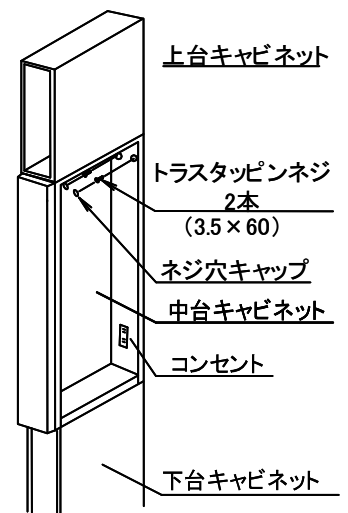

図12-14
(トラスタッピンネジ3.5×60)2本で横木に固定してください。(図12-14)
⑤④の下穴にネジ穴キャップをはめ込んでください。(図12-14)
⑥棚板を設置してください。(取扱説明書P6参照)
⑦下台キャビネットの扉を元通りにセットしてください。